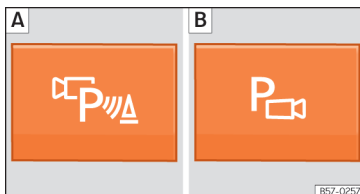

Рис. 150 Кнопка для ручного вмикання/вимикання системи Top View Camera на центральній консолі: авто з асистентом паркування ([A]) / з системою Park Pilot ([B]).
- Натисніть кнопку $\text{P} + \text{camera}$ **рис. 150** один раз.
- Знову натисніть кнопку **рис. 150**.